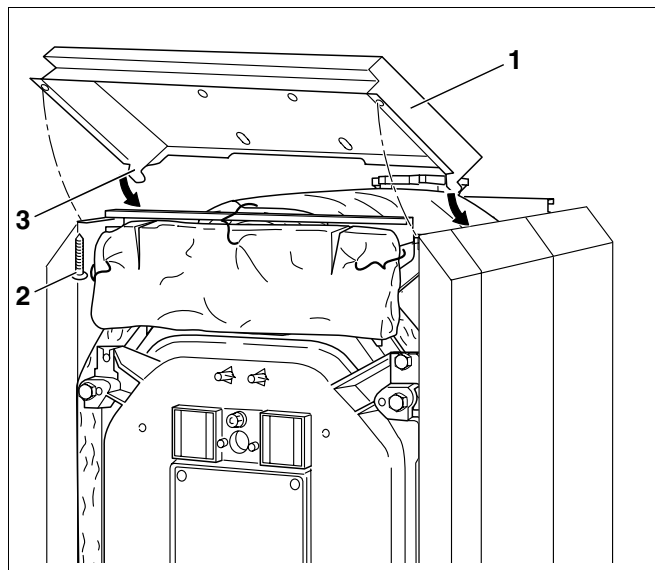

Fig. 52 Montering av fremre topplate
- Heng de to hakene (Fig. 52, **Pos. 3**) på den fremre topplaten (Fig. 52, **Pos. 1**) på de fremre sideveggene.
- Skru den fremre topplaten nedenfra sammen med de langsgående skinnene ved hjelp av to metallskruer (Fig. 52, **Pos. 2**).